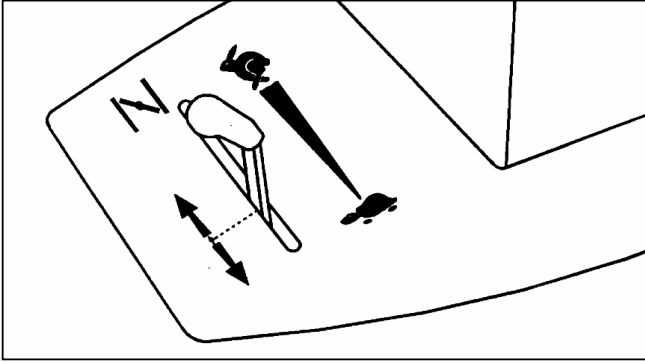

Fig. 16
- Placer le levier de gaz sur la position choke come dans fig. 16.
- Lorsque le moteur a démarré, repousser le levier de gaz en position lente ou sur la position désirée (fig. 16)
Avec la pédale de frein appuyée à fond, le frein est actionné. Placer ensuite le levier de gaz sur la tortue. (voir fig. 16)